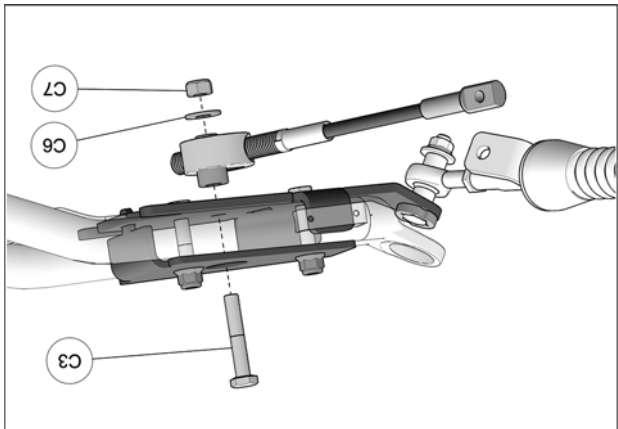

Fig. 22
12. Insérer le boulon (C3) par l'ouverture du couvercle d'ancrage, dans le trou central de l'ancrage. Positionner le disque en aluminium du limiteur de conduite au boulon (C3). Utiliser la rondelle (C6) et l'écrou (C7) pour fixer le limiteur de conduite en place. Serrer l'écrou à un couple de 50 N•m [37 lb•pi]. Fig. 22